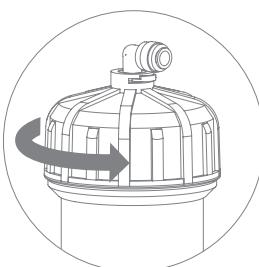
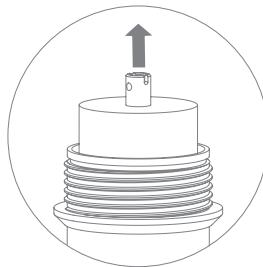

Рис. 15
Рис. 16
4. Открутите крышку корпуса мембранны (рис. 15), используя ключ из комплекта поставки, извлеките отработанную мембранны (рис. 16).